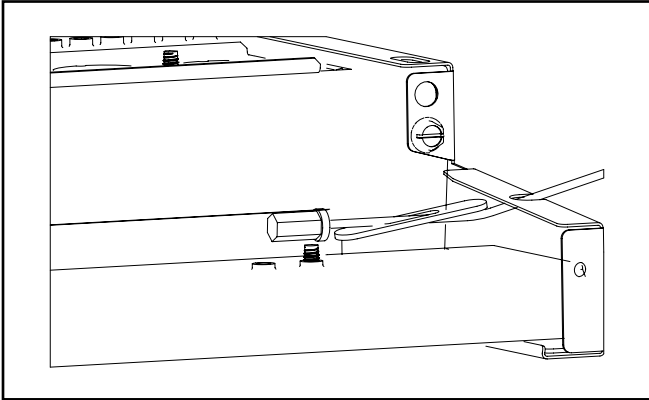

Figure 1. Installation du câble de suspension en Y
2. Insérez les extrémités du câble en Y par les trous des brides supérieures de la plaque d'extrémité (Figure 1).